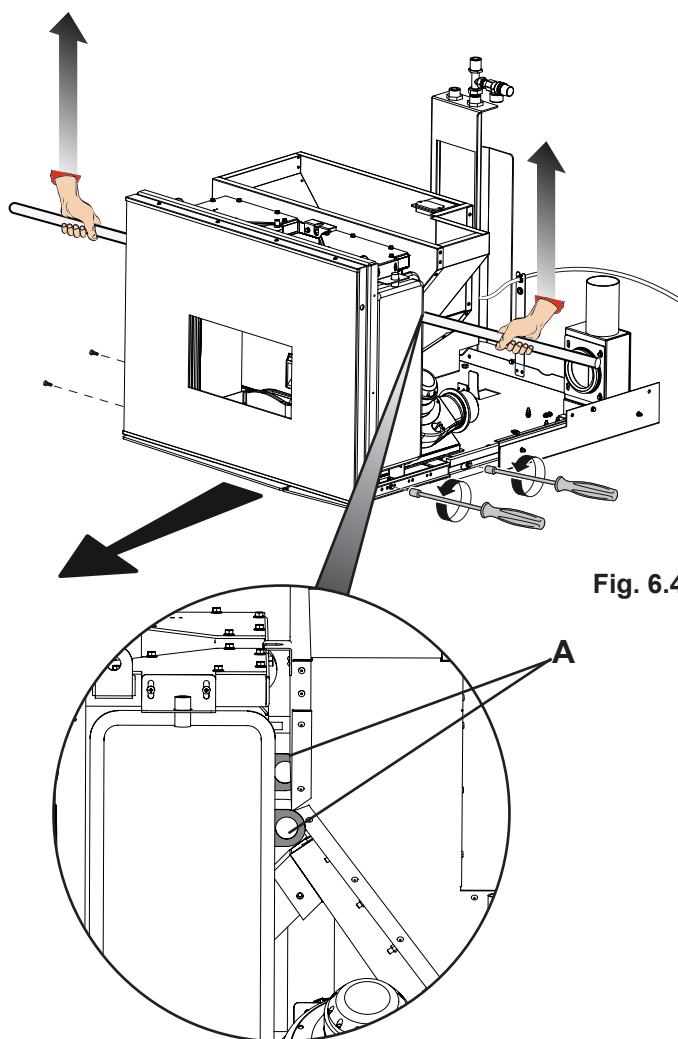

Fig. 6.4
- sostener la estufa colocando una barra metálica (1/2", longitud 2 metros) en los pasadores situados detrás de la caldera (A - fig.6.4)
- desenroscar los cuatro tornillos (dos por lado) que bloquean la estufa sobre las guías correderas (fig.6.4)